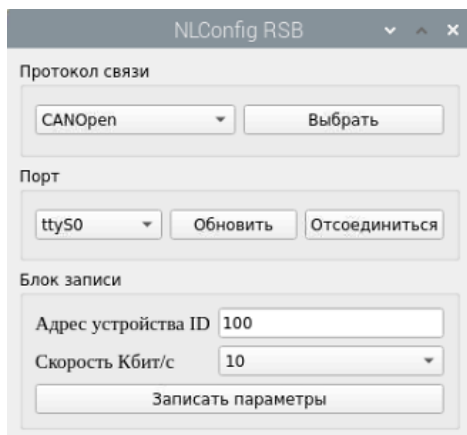

Рис. 4.4. Вид главного окна при успешном чтении
1. Выбрать из выпадающего списка протокола связи CANOpen, нажать на кнопку «Поиск», в выпадающем меню появится интерфейс CAN (CAN0), нажать на кнопку «Соединиться», главное окно будет иметь вид, представленный на рис. 4.4;